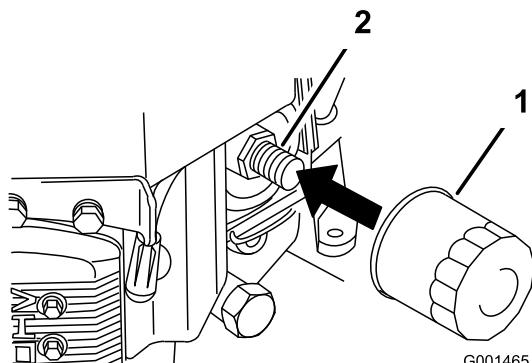

Figure 31
2. Retirez le filtre usagé (Figure 31).
3. Appliquez une fine couche d'huile neuve sur le joint en caoutchouc du filtre de rechange (Figure 31).
- Posez le filtre à huile de rechange sur l'adaptateur, tournez le filtre dans le sens horaire jusqu'à ce que le joint en caoutchouc touche l'adaptateur, puis serrez le filtre de 3/4 de tour supplémentaire (Figure 31).